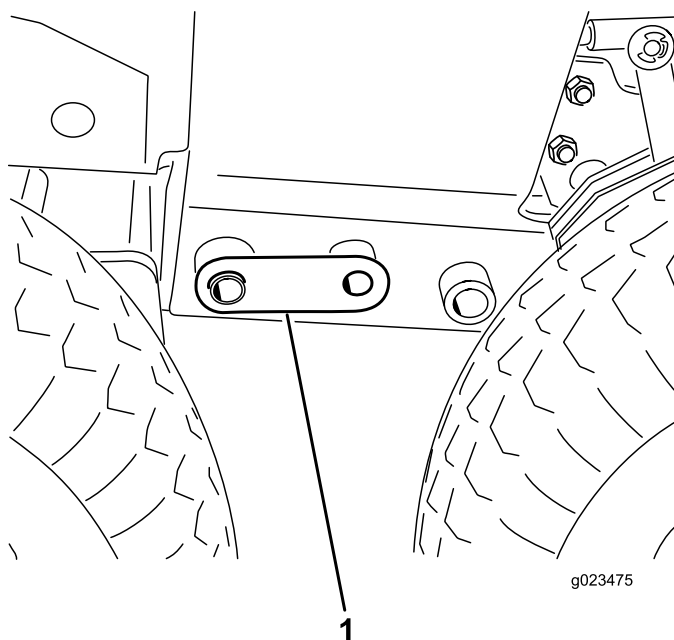

Figura 21
8. Ajuste el gato hasta que se alineen los taladros de 25 mm (1 pulgada) del bastidor e introduzca un pasador de acoplamiento en cada lado (Figura 21).